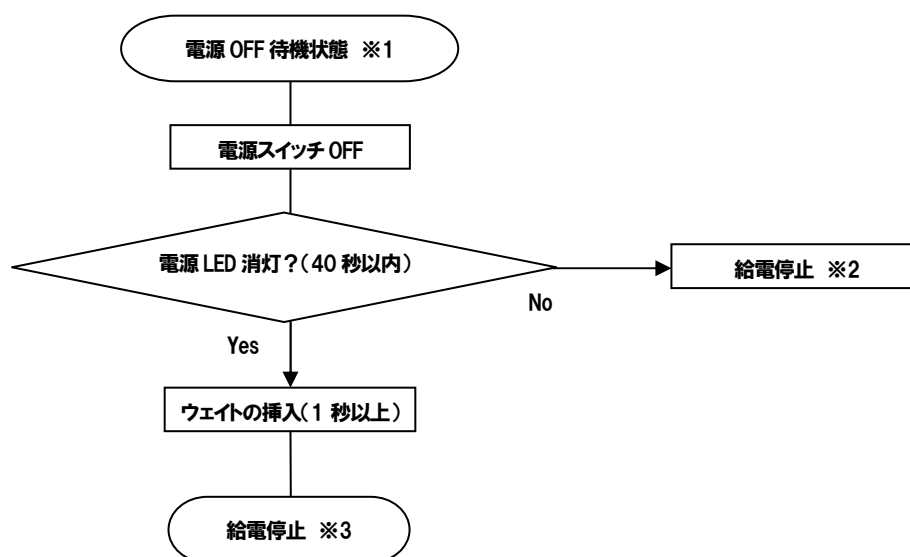

図.2-17 電源スイッチ OFF による電源 OFF(電源 LED が視認可能な場合) ※4
- ※4: DoPa MobileArk 9601K0・D・P から置き換えの場合においても、図.2-17 に示すような待ち時間、ウェイトが確保されているかご確認ください。